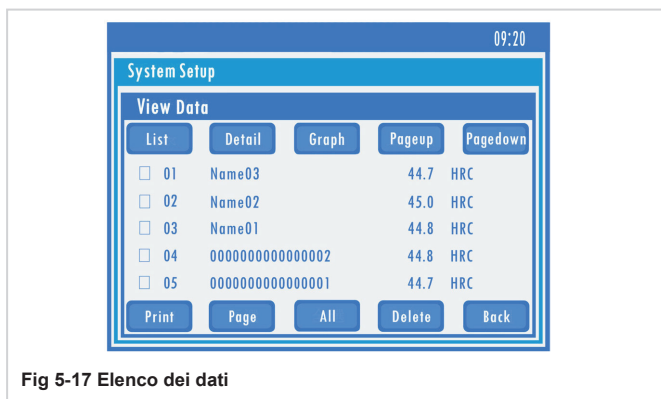

Fig 5-17 Elenco dei dati
**1) Elenco:** Ogni pagina mostra 5 risultati di prova, il più recente si trova in alto, **vedere Fig. 5-17**.